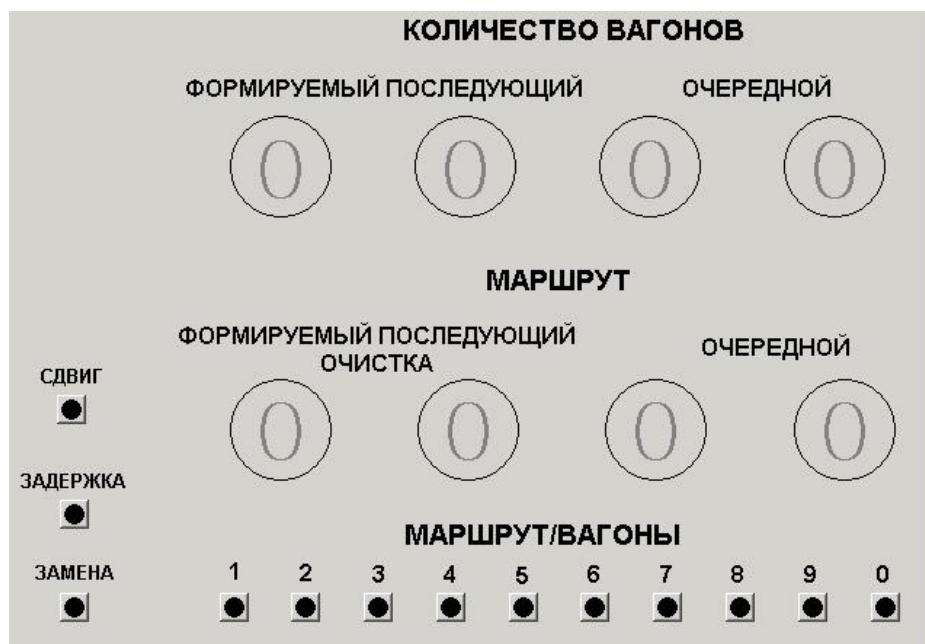

Рисунок 19
- цифровые индикаторные лампы (рисунок 19):